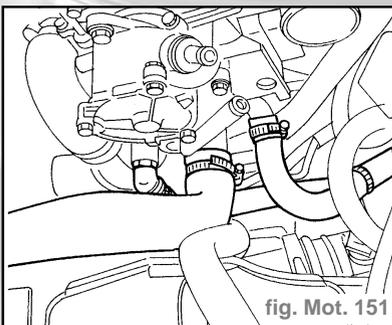

fig. Mot. 151
- Débrancher du thermostat les tuyaux représentés (fig. Mot. 151).